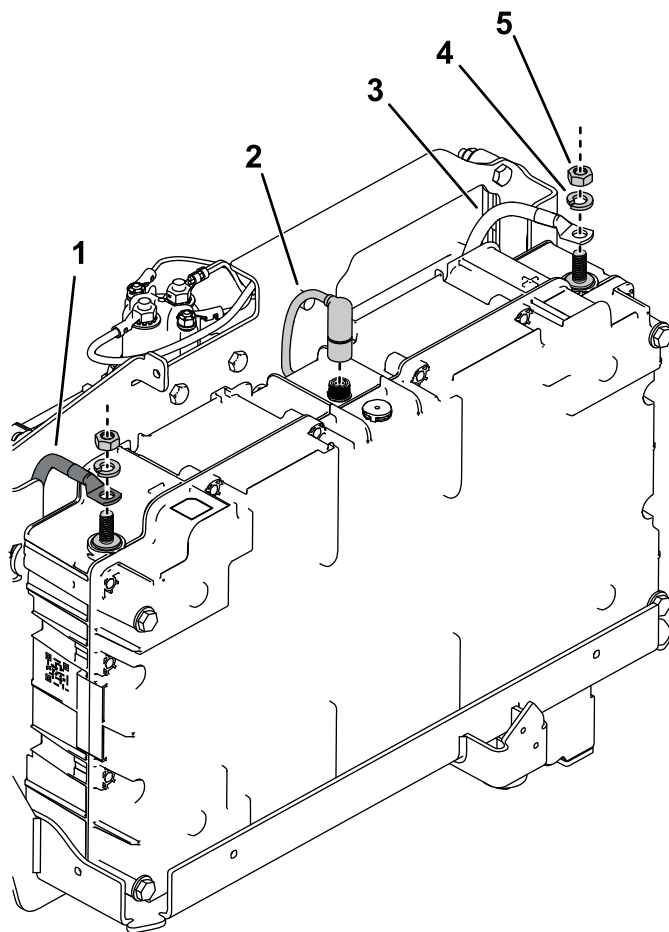

Figura 9
4. Collegare il cavo del controller al connettore nella parte superiore della batteria (Figura 9).
5. Collegare il cavo positivo (rosso) al terminale positivo (+) della batteria e fissatelo con una rondella di arresto e un dado esagonale come illustrato nella Figura 9; serrate il dado esagonale a 9 Nm.
6. Collegare il cavo negativo (nero) al terminale negativo (-) della batteria e fissatelo con una rondella di arresto e un dado esagonale come illustrato nella Figura 9; serrate il dado esagonale a 9 Nm.